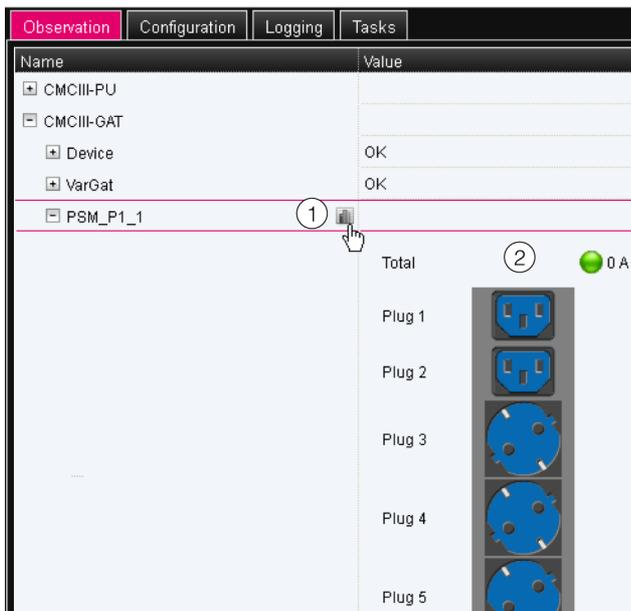

Abb. 14: Grafische Darstellung
Die Anzeige wechselt in die grafische Darstellung (Abb. 14). Hier können alle aktuellen Schaltzustände verändert und auf einen Blick eingesehen werden.
Des Weiteren erhalten Sie einen Überblick über die Status der Komponente, die farblich (Abb. 14, Pos. 2) dargestellt werden:
- Klicken Sie auf das in Graustufen dargestellte „Grafik“-Symbol hinter dem Eintrag „PSM\_P1\_1“ (Abb. 14, Pos. 1).
- Setzen Sie den Mauszeiger in der Grafik in die entsprechende Spalte bzw. auf den entsprechenden Ausgang, für den Sie die Einstellwerte ändern möchten (Abb. 14, Pos. 2). Es erscheint ein „Edit“-Symbol und der Mauszeiger ändert sich in ein „Hand“-Symbol.